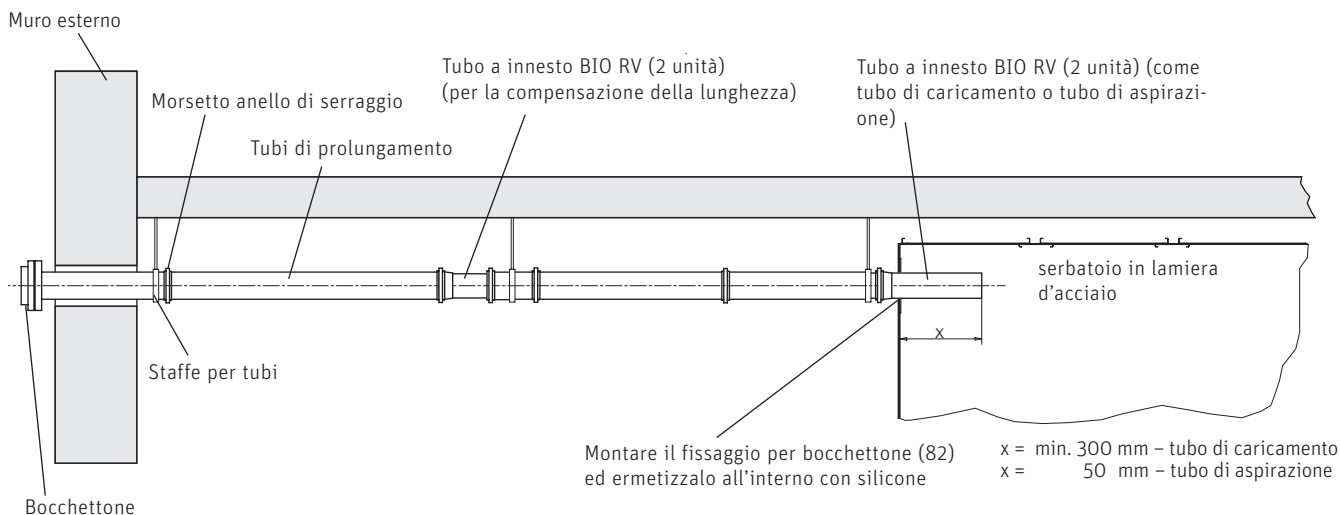
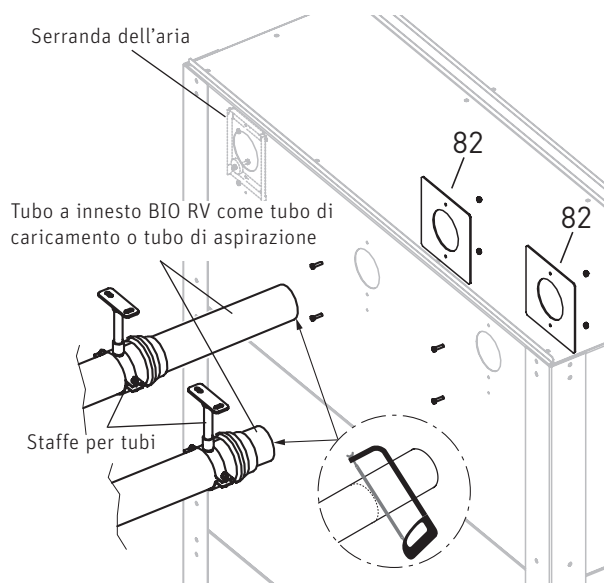

Fig. 17 Bocchettone con tubo di prolungamento e serbatoio in lamiera d'acciaio – vista laterale
Fig.18 Montaggio dei tubi di prolungamento
Il **tubo di caricamento (tubo a innesto BIO RV)** deve sporgere di **300 mm** all'interno del serbatoio, mentre il **tubo di aspirazione (tubo a innesto BIO RV)** deve sporgervi di **50 mm**; eventualmente accorciarli – Fig.18. Fissare i tubi all'esterno con staffe per tubi.
Avvitare ciascuno dei 2 fissaggi dei bocchettoni (82) con 2 viti M6 x 40 e relativi dadi e chiudere a tenuta la fessura interna con silicone – Fig. 17 ,Fig. 18.